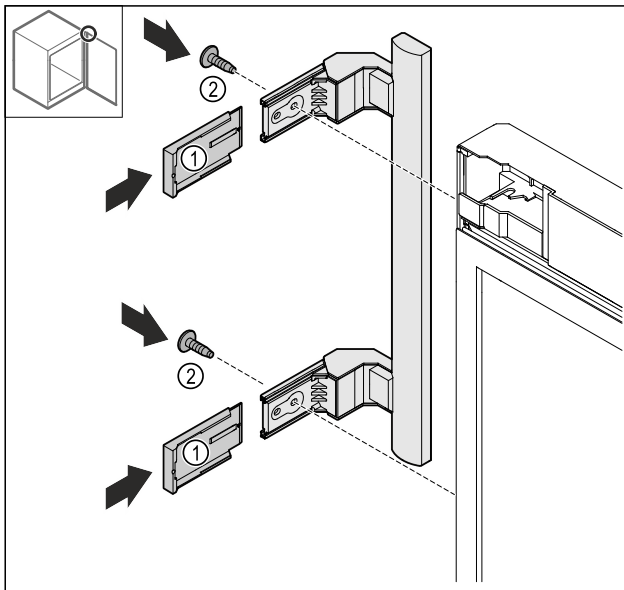

Fig. 20
- Abdeckungen Fig. 20 (1) aufschieben.